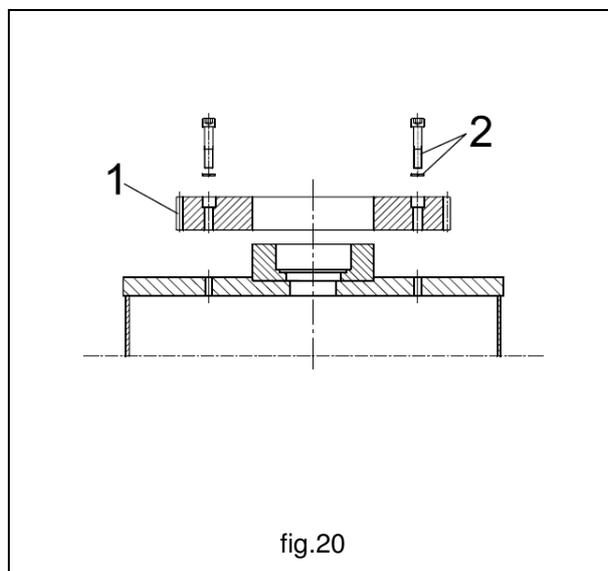

fig.20
8. Nella versione elettrica, posizionare la corona dentata **1** nella parte superiore della colonna fissandola con le viti e rondelle elastiche **2** con coppia di serraggio pari a 220 Nm (fig.20)